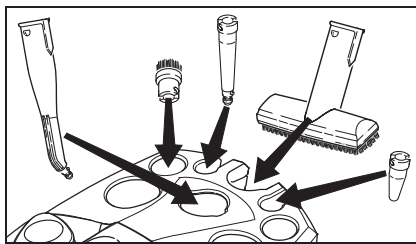

Abb. 1
- Handdüse (E1) in den passenden Zubehörhalter stecken (siehe Abb. 1).